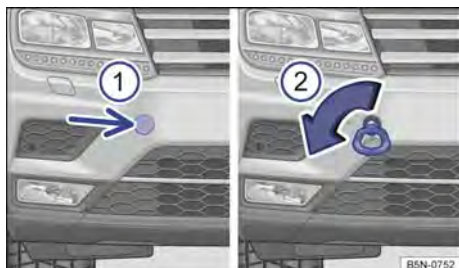

Fig. 229 En el lado derecho del paragolpes delantero: argolla de remolque.
El alojamiento de la argolla de remolque enroscable se encuentra en el lado derecho del paragolpes delantero, detrás de una tapa → fig. 229.
- Presione en el lateral de la tapa → fig. 229 ① (flecha) para desencastrar esta.
- Enrosque la argolla de remolque → fig. 229 ② en el alojamiento girándola al máximo en el sentido de la flecha → Ⓛ. Utilice un objeto adecuado con el que pueda enroscar completa y fijamente la argolla de remolque en su alojamiento.